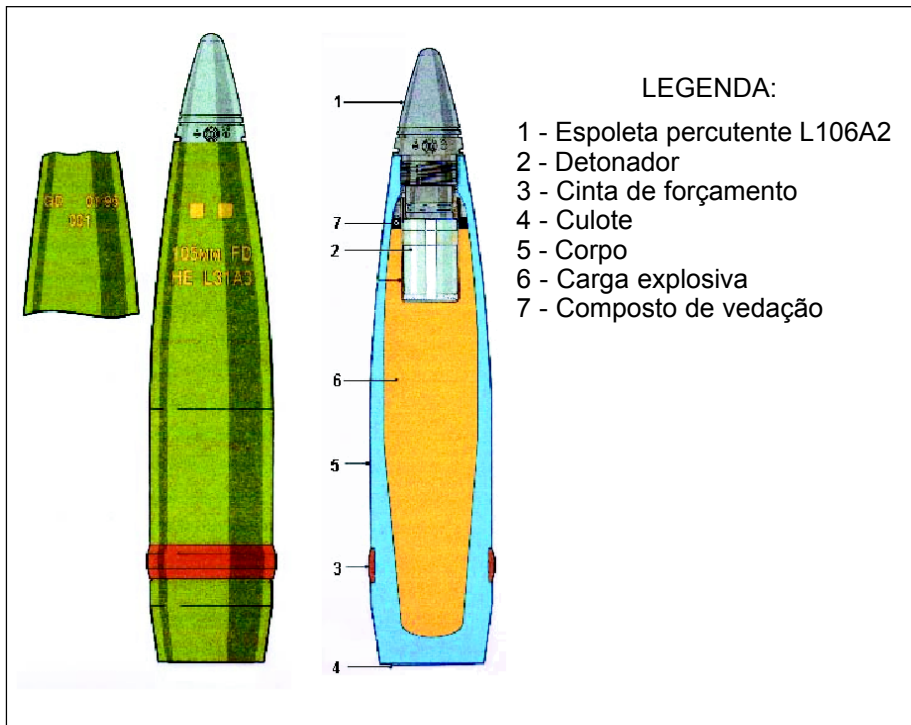

Fig 10-1. Granada 105 mm, Explosiva (HE L31A3)
a. Granada 105 mm, Explosiva (HE L31A3). (Fig 10-1)